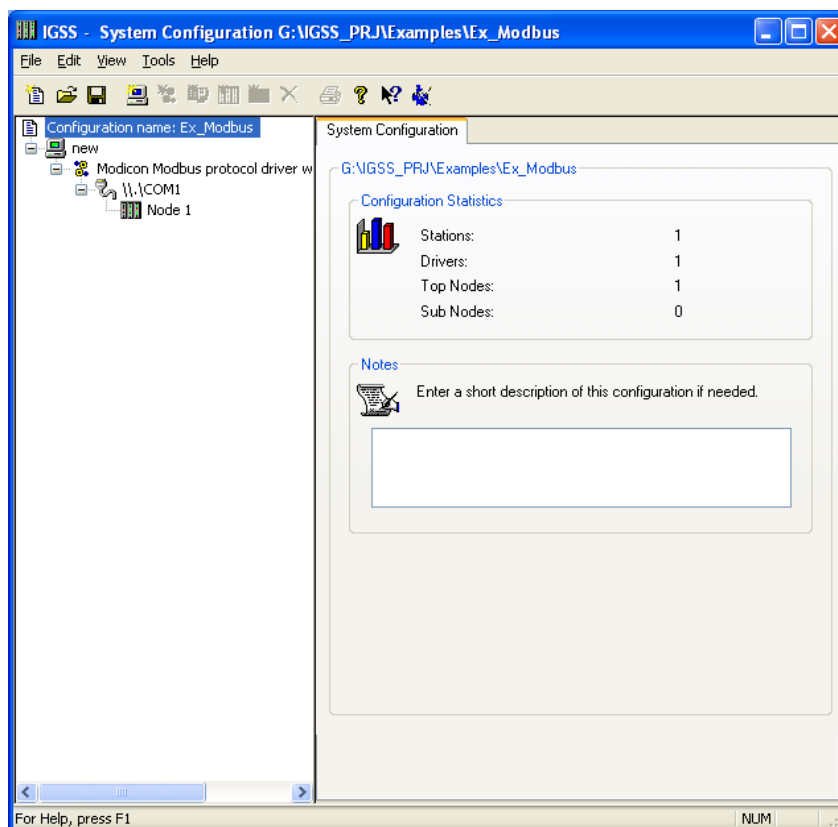

Рис. 1. — Модуль System Configuration
- 1 Создадим новую конфигурацию в IGSS в модуле System Configuration (рис. 1).